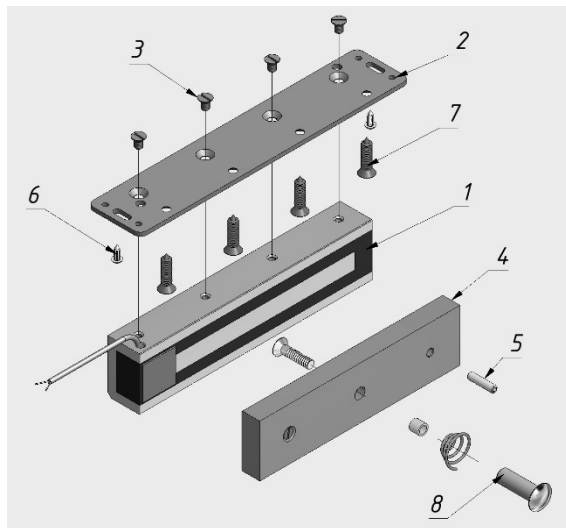

Рис. 1
AL-350FB-01 входит (рис.1):
5.4 Для обеспечения эксплуатационных параметров замка якорь при закрывании двери должен плотно прилегать к рабочей поверхности корпусной части, что достигается смещением корпуса замка вдоль регулировочных пазов пластины. Окончательное крепление корпуса замка выполняется саморезами (поз.7 рис.1).